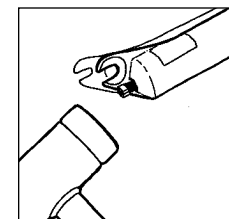

Fig. 4
2. Desserrez partiellement les boulons de tige avec une clé hexagonale de 6 ou 8 mm, donnez un coup ferme avec un maillet sur les boulons pour dégager les tiges du tube inférieur et retirez complètement les boulons (Voir Fig. 4). Un flot d'huile venant du bain à huile ouvert va s'écouler du fond des tubes inférieurs, quand vous allez retirer les boulons de tige. Utilisez un chiffon pour récupérer l'huile.